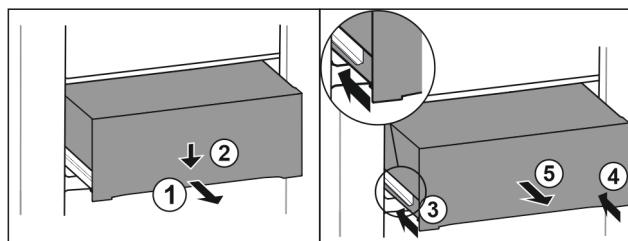

Fig. 95
- Изтеглете чекмеджето наполовина. Fig. 95 (1)
- Натиснете надолу чекмеджето от предната страна. Fig. 95 (2)
- Вкарайте лявата релса приблизително 2 см навътре. Fig. 95 (3)
- Вкарайте дясната релса приблизително 2 см навътре. Fig. 95 (4)
- Извадете чекмеджето напред. Fig. 95 (5)